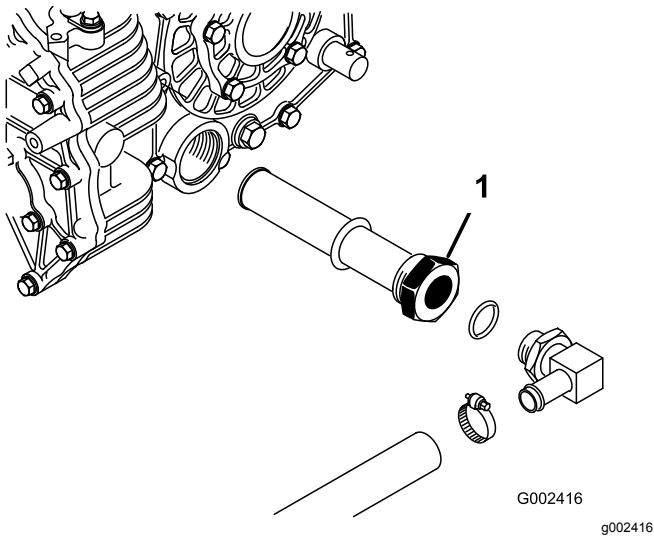

Figure 67
3. Notez l'orientation du flexible hydraulique et du raccord à 90° raccordé à la crépine sur le côté du réservoir (Figure 67).